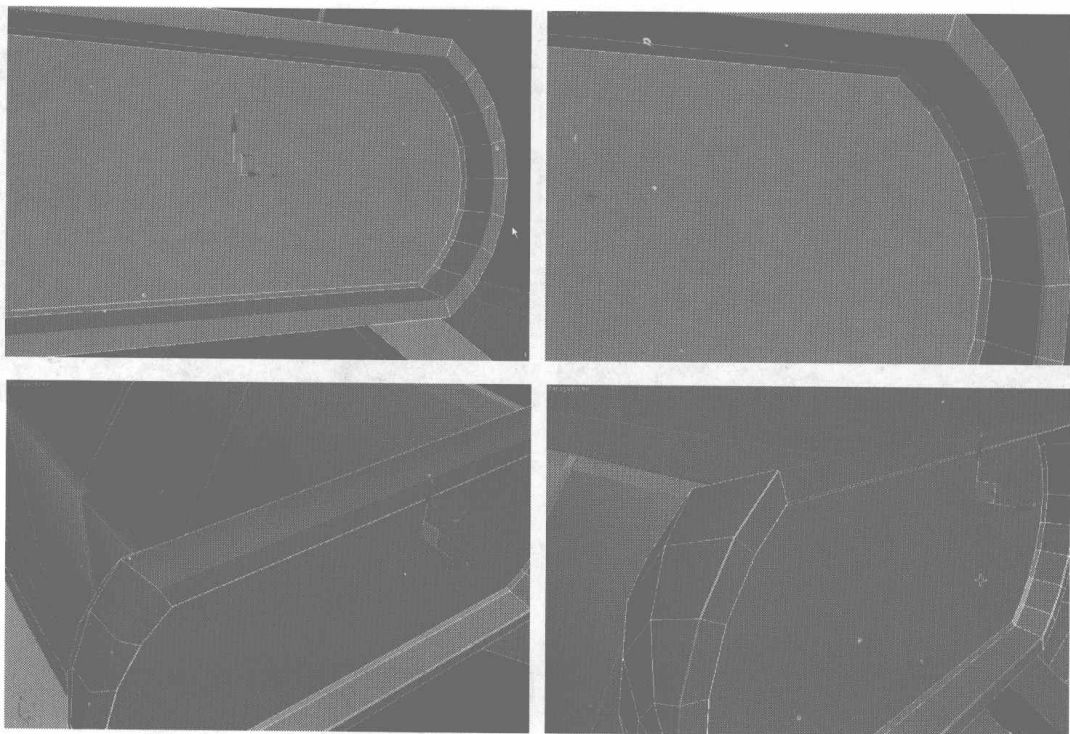

图 7.208
- 23** 分别选择倒车镜内外两条边缘曲线，单击 **Chamfer**  按钮右边的小方块，在弹出的对话框中设置倒角参数，单击 **OK** 按钮，如图 7.208 所示。